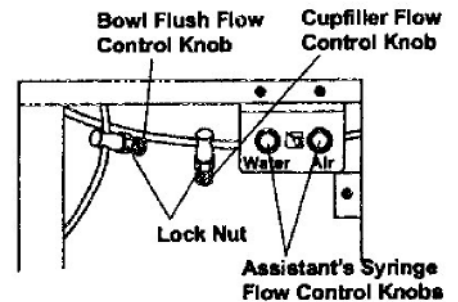

Fig.3-18 Flow Control Knobs in Cuspidor Unit Body
A. Bouton de réglage du débit de la seringue assistante (option) (Fig.3-18)
A. Bouton de réglage du débit du jet de verre et du jet de crachoir (Fig.3-18)